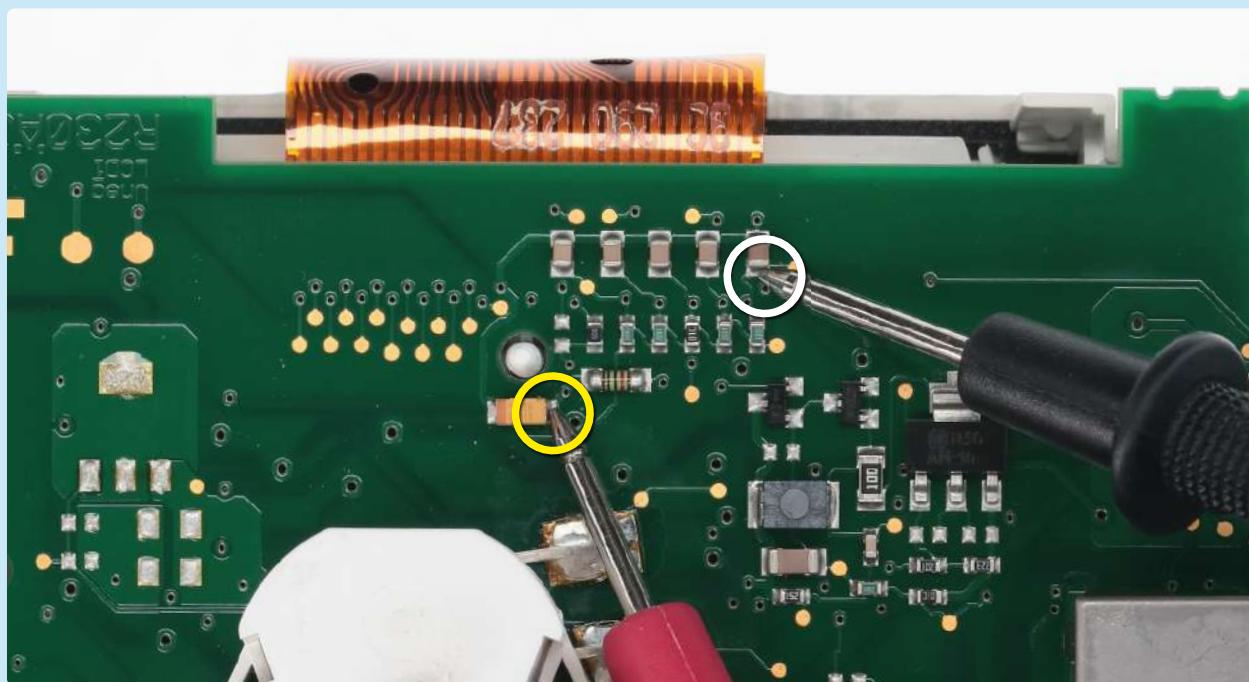

Figura 6
- Controllare la tensione tra i punti indicati in figura 5 per il display SINISTRO e tra quelli indicati in figura 6 per il display DESTRO.
• Inserire il valore della tensione rilevata tra i 2 punti del display destro indicati in figura 6 (il valore decimale deve essere separato dal punto, ad esempio 7.27)